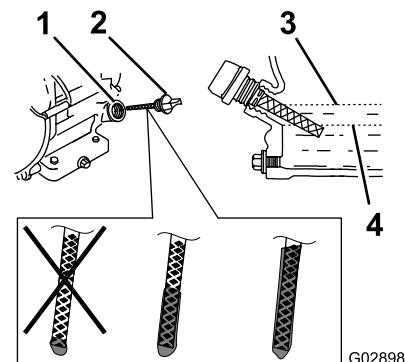

Figura 43
- Retire la varilla (Figura 43) y vierta aceite lentamente en el orificio de llenado hasta que el nivel de aceite llegue a la marca de límite superior (borde inferior del orificio de llenado de aceite) de la varilla.